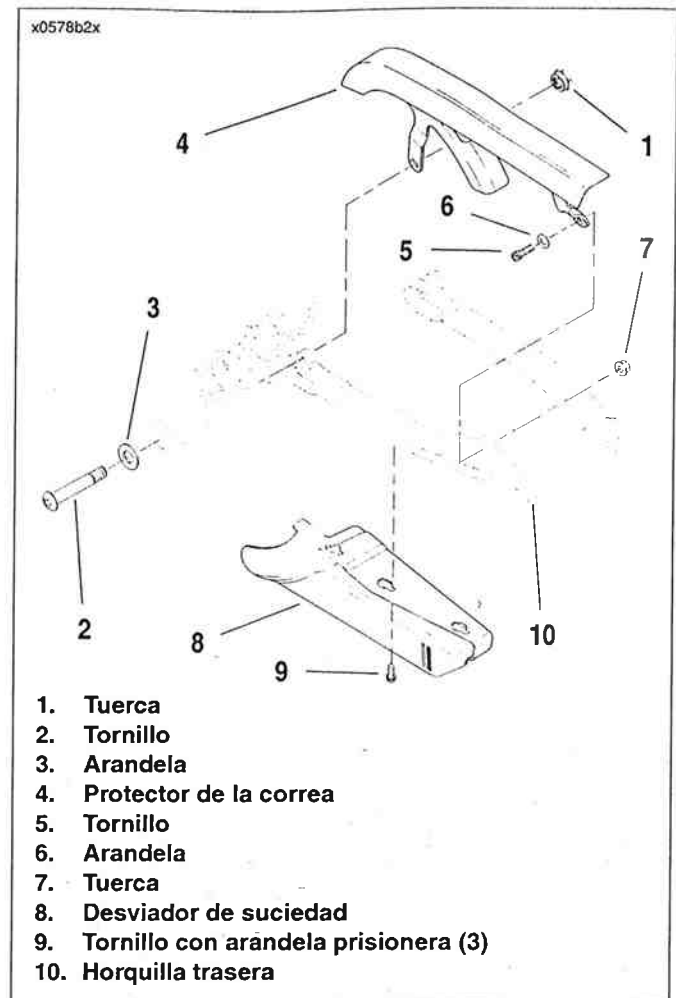

Figura 2-159. Protector de la correa/
1. Vea la Figura 2-159. Desenrosque la tuerca de montaje del lado derecho inferior del amortiguador (1). Tire para sacar parcialmente el tornillo de montaje del amortiguador (2) hasta que pase libre del agujero de montaje en el protector de la correa (4).
2. Quite el tornillos (5), arandela (6) y tuerca (7) que asegura la parte delantera del protector de la correa a la horquilla trasera (10).
1. Vea la Figura 2-159. Afloje pero no extraiga tres tornillos con arandelas prisioneras (9) que aseguran el desviador de suciedad (8) a la parte inferior de la horquilla trasera (10).
1. Vea la Figura 2-159. Deslice el protector de la correa (4) a su lugar en el vehículo.
2. Asegure el frente del protector de la correa a la horquilla trasera (10) con un tornillo (5), arandela (6) y tuerca (7). Apriete a 13,6-20,4 N·m (120-180 lb-pulg.). La lengüeta en el frente del protector de la correa se monta en el lado exterior de la pieza de soporte de montaje en la horquilla trasera.
3. Empuje el tornillo inferior de montaje del amortiguador (2) a través del agujero de montaje trasero del protector de la correa. Enrosque la tuerca (1) en el tornillo. Apriete a 61,1-67,9 N·m (45-50 lb-pie).
1. Vea la Figura 2-159. Coloque el desviador de suciedad (8) en su lugar en la parte inferior de la horquilla trasera (10).
2. Encaje el extremo grande de las ranuras cuñeras en el desviador sobre las cabezas de tornillos y arandelas prisioneras (9). Deslice el desviador hacia atrás para asegurar los tornillos en las ranuras. Apriete los tornillos a 4,1-6,8 N·m (36-60 lb-pulg.).